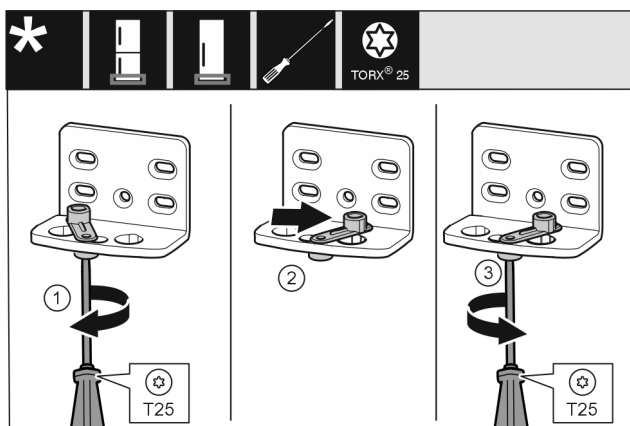

Fig. 10
- ▶ Svitare allentando la vite con il cacciavite T25. Fig. 10 (1)
- ▶ Sollevare l'ausilio di chiusura della porta e ruotarlo di 90° verso destra nel foro. Fig. 10 (2)
- ▶ Serrare la vite con il cacciavite T25. Fig. 10 (3)